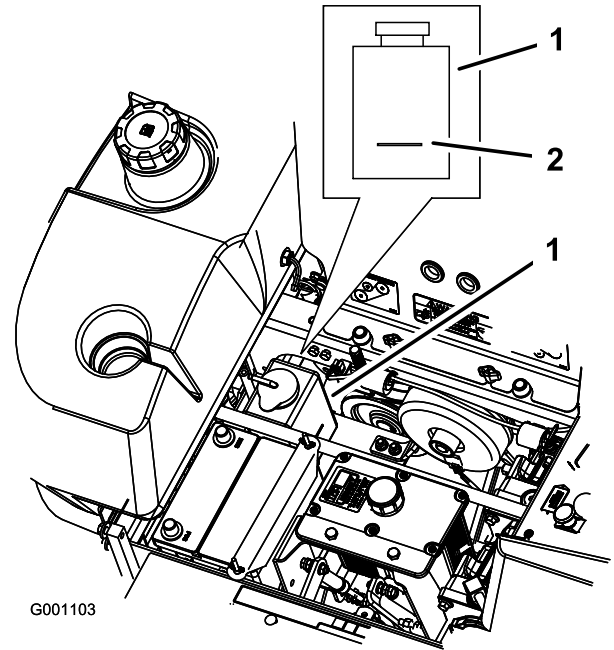

Figure 68
4. Lorsque le moteur est froid, vérifiez le niveau de liquide dans le vase d'expansion. Le liquide doit atteindre la bosse à l'extérieur du vase d'expansion (Figure 68).
durée/Dex-Cool® et d'eau dans le vase d'expansion (Figure 68).
6. Versez une quantité suffisante de mélange 50/50 dans le vase d'expansion pour atteindre le trait de repère (Figure 68).